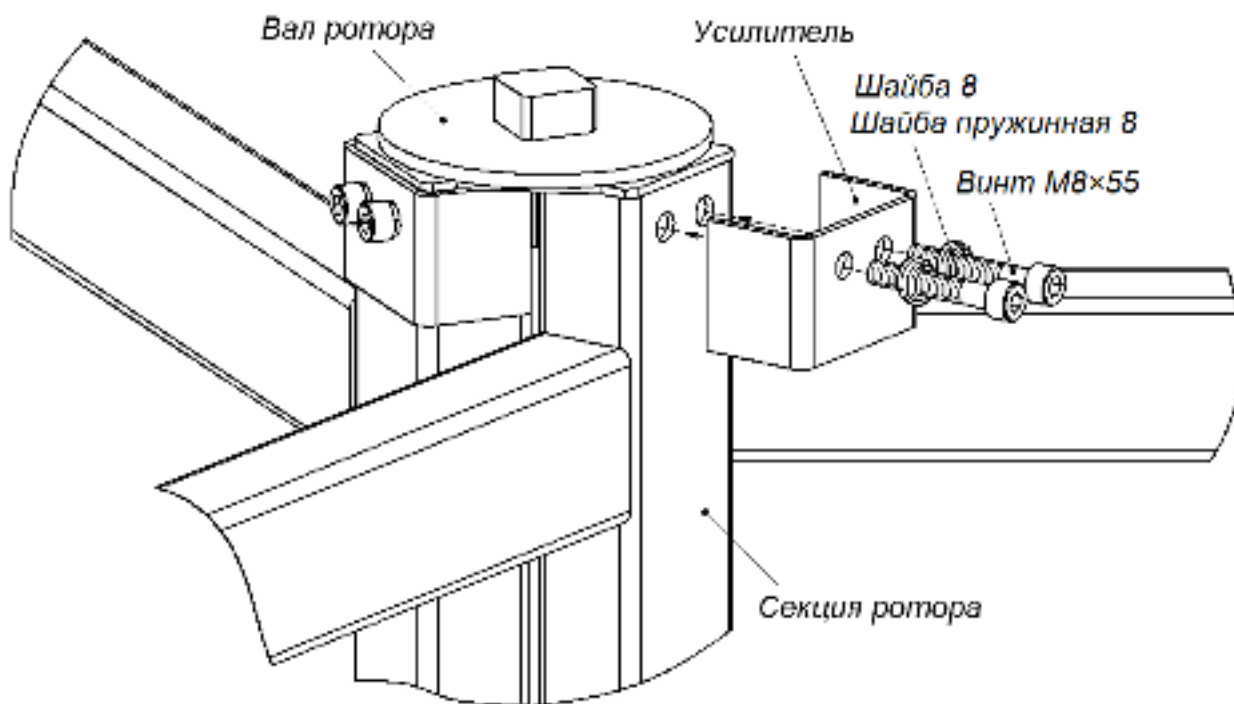

Рисунок 18. Схема усиления верхней части ротора.
- Из ящика №5 распакуйте и затем последовательно закрепите на элементах крепления установленной секции ротора две оставшиеся секции. Для верхних точек крепления секций используйте усилительные элементы и по 2 болта М8×55 с шайбами 8 и пружинными шайбами 8, для остальных точек крепления секций – по 10 болтов М8×12 с пружинными шайбами 8 (см. рис. 18 и 19). Для удобства при монтаже используйте ключ SW6 с магнитным наконечником. По окончании сборки проверьте равномерность зазоров между секциями и окончательно затяните все болты ротора.